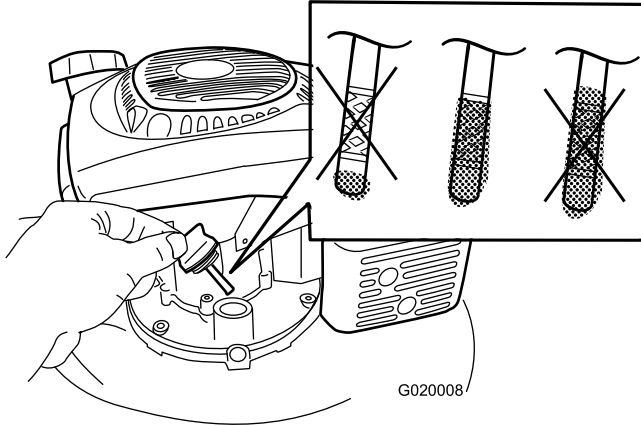

Figura 5
1. Retire la varilla (Figura 5).
2. Vierta aceite **lentamente** por el tubo de llenado hasta que el nivel de aceite llegue a la marca de Lleno de la varilla (Figura 5). **No llene demasiado.** (Capacidad máxima: 0.65 l (22 onzas), tipo: 10W-30 o SAE 30, aceite detergente con clasificación de servicio API, SJ, o superior.)
**Nota:** Cada vez que compruebe el nivel de aceite, retire la varilla y límpiela, introdúzcala en el cuello de llenado de aceite (**sin enroscarla**), luego retírela de nuevo y compruebe el nivel (Figura 5).